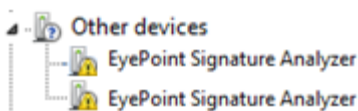

Рисунок 1. Отображение устройств в диспетчере устройств
5. После подключения устройства запустится автоматический поиск драйверов, который, завершится неудачей. Для установки драйверов найдите в "Диспетчере устройств" раздел "Другие устройства", в нем должны быть два устройства EyePoint Signature Analyser (рисунок 1).